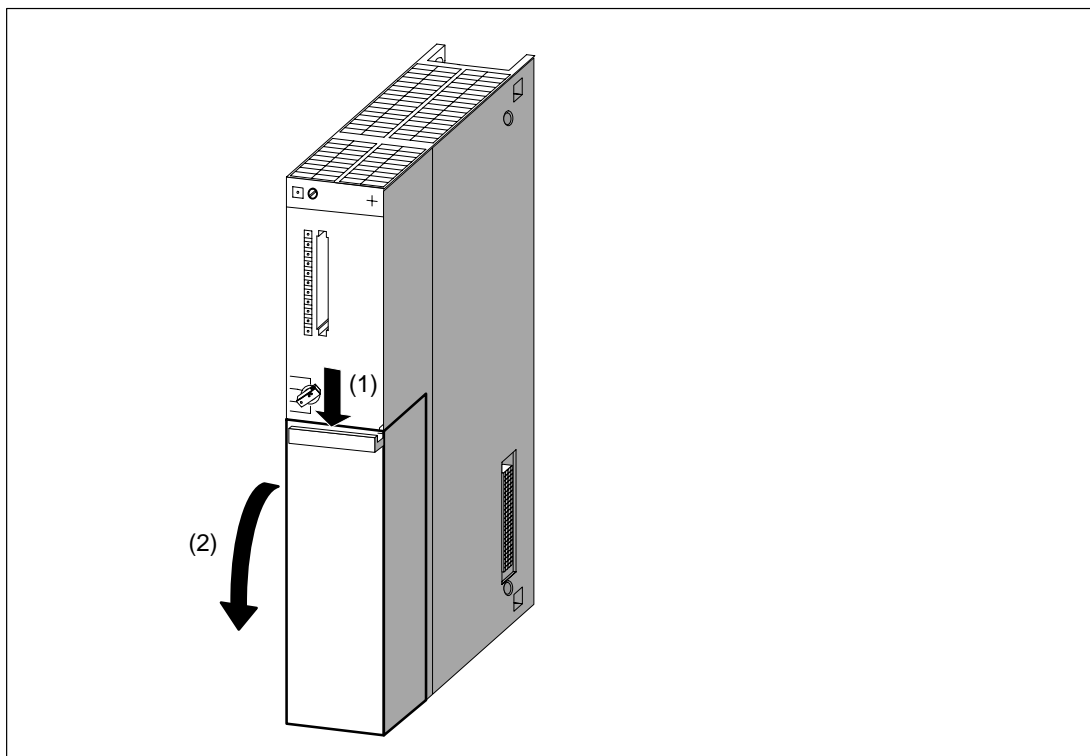

Figure 8-22 Enlever le capot
4. Le cas échéant, ouvrez les modules. La figure 8-22 montre comment ouvrir un module.
- Pressez la targette de fermeture vers le bas (1).
- Faites basculer le capot vers vous (2).